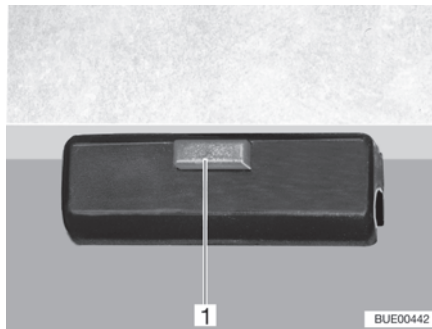

Fig. 96 Bloqueo
- Soltar el bloqueo (Fig. 96,1) del tablero de la mesa.